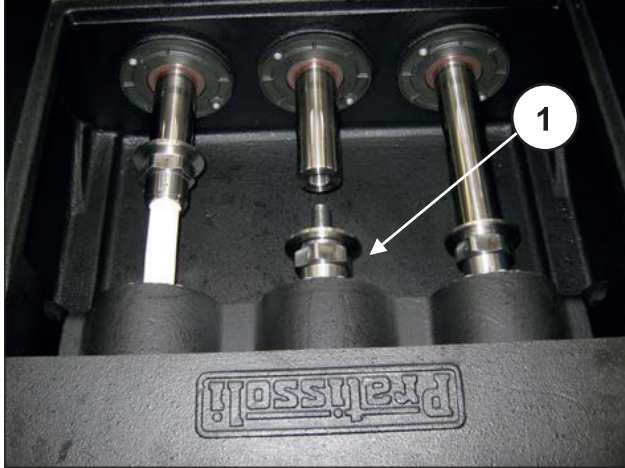

Fig. 165
Desparafuse os pistões e extraia-os da haste um por um, aproximando-os das respectivas camisas (pos. ①, Fig. 165).